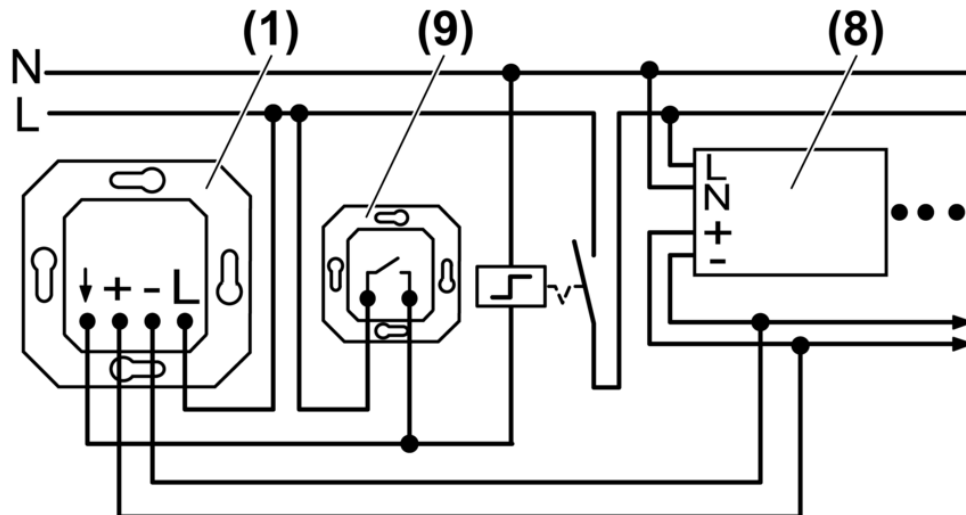

Bild 5: Anschlussplan Potentiometer mit Tastfunktion und Nebenstelle
- Grundhelligkeit einstellen (Bild 5).